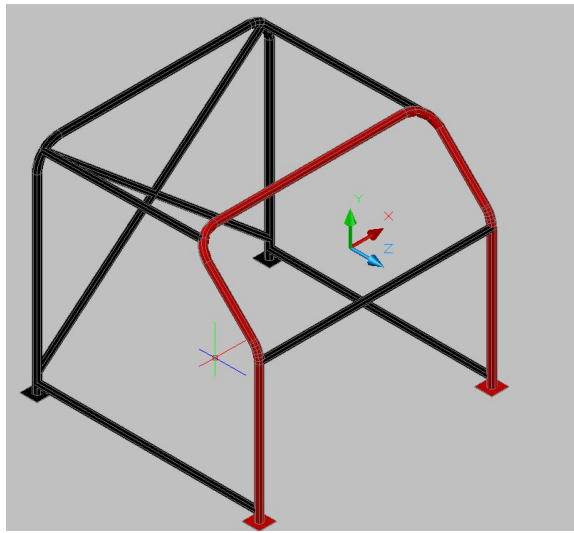

Fig. 8
1.9 Traversă spațiu portiere: ranforsare în dreptul portierelor, conform Fig. 8.